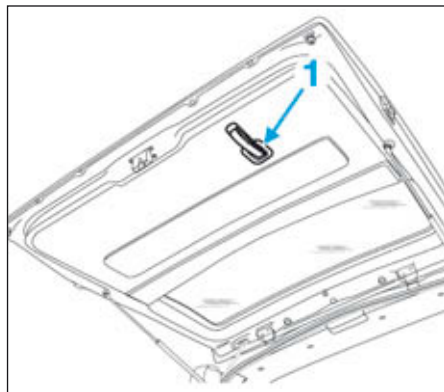

FIG.69
- Déposer l'enjoliveur de sangle de tirage (1) (Fig.69).
- Reposer l'enjoliveur de sangle de tirage (1) (Fig.69).